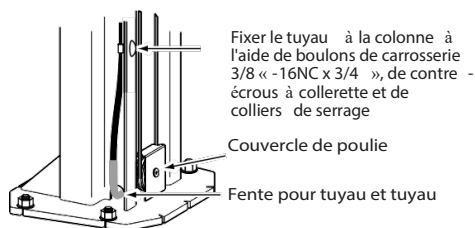
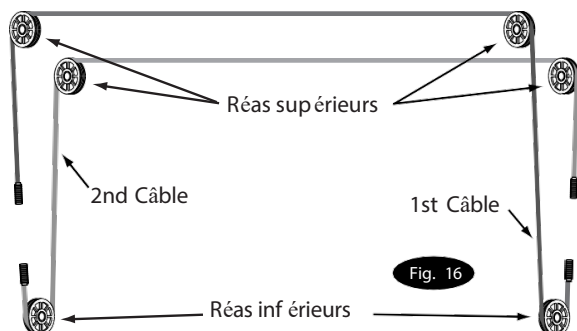
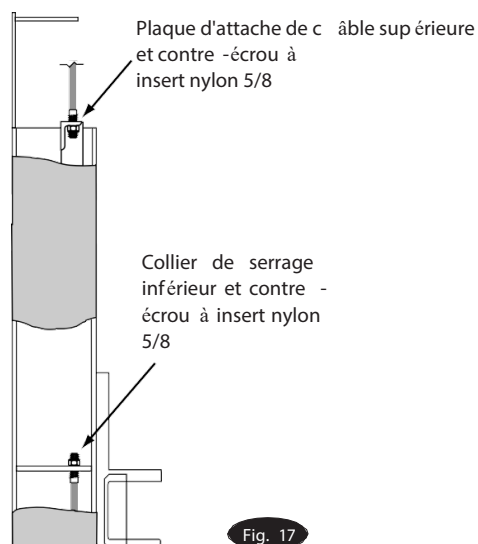

Fig. 15
Fig. 16
Fig. 17
B) Se référer à la Fig. 16 pour la disposition générale des câbles. Commencez par faire passer une extrémité du câble par le petit trou de la plaque d'arrimage inférieure (Fig. 17).
E) Tirez le câble vers le bas, Fig. 17.
F) Faites passer le câble autour de la poulie inférieure, puis vers le haut et autour de la poulie supérieure et à travers et vers le bas jusqu'au chariot opposé, Fig. 16. Installer le couvercle de poulie, Fig. 15.